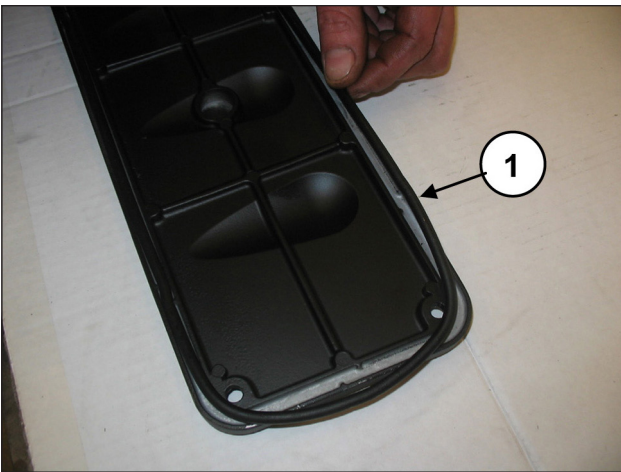
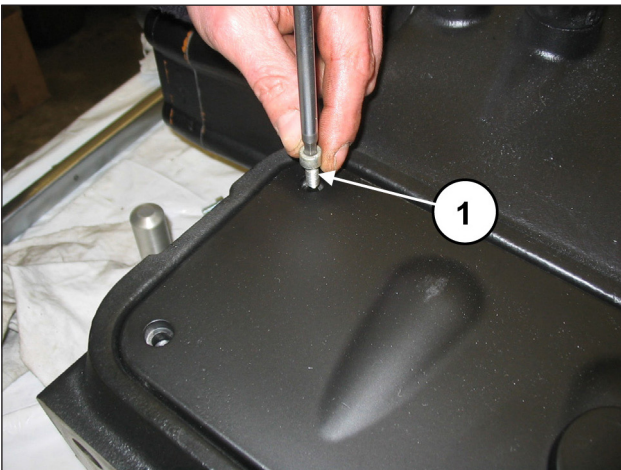

Abb. 185
Abb. 186
Setzen Sie auf die Inspektionsdeckel den O-Ring (Pos. ①, Abb. 185) und montieren Sie die Deckel anhand von 4+4 Schrauben M6x14 (Pos. ①, Abb. 186).